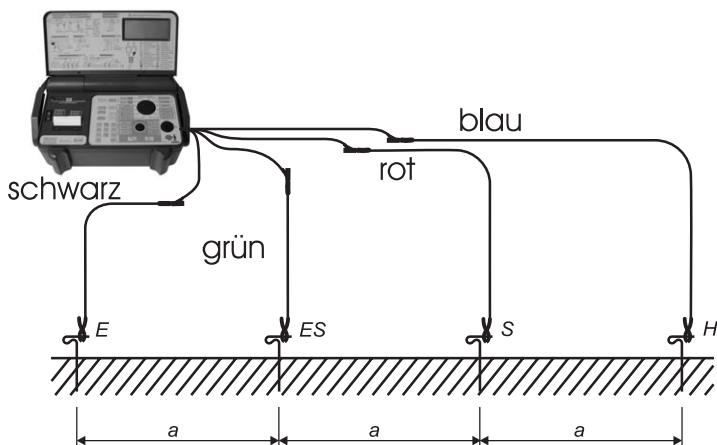

Bild 6.6.2: Anschluss der Messleitungen
▶ Schliessen Sie die 4-polige Messleitung an den Messanschluss (17) des UNITEST 0100-Expert plus an.
▶ Ordnen Sie die vier Erdspeisse für E, ES, S, H in einer Linie, wie in Bild 6.6.2 gezeigt an. Der Abstand 'a' zwischen den einzelnen Sonden muss gleich sein. Legen Sie die Leitungen sorgfältig aus, und achten Sie, dass die Leitungen möglichst nicht parallel nebeneinander liegen und sich nicht keuzen, um Einkopplungen zu vermeiden.
▶ Verbinden Sie die Messleitungen mit den Erdspeissen gemäss Bild 6.6.2
▶ Betätigen Sie die Taste "START" (2). Die Prüfspannung wird für ca. 2 Sekunden am Prüfling angelegt oder liegt an, solange die Taste gedrückt bleibt.